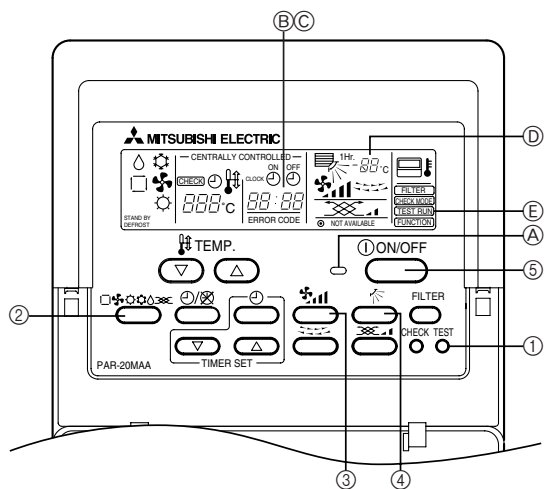

Fig. 6-1
6. Proefdraaien (Fig. 6-1)
6. Prueba de funcionamiento (Fig. 6-1) 41